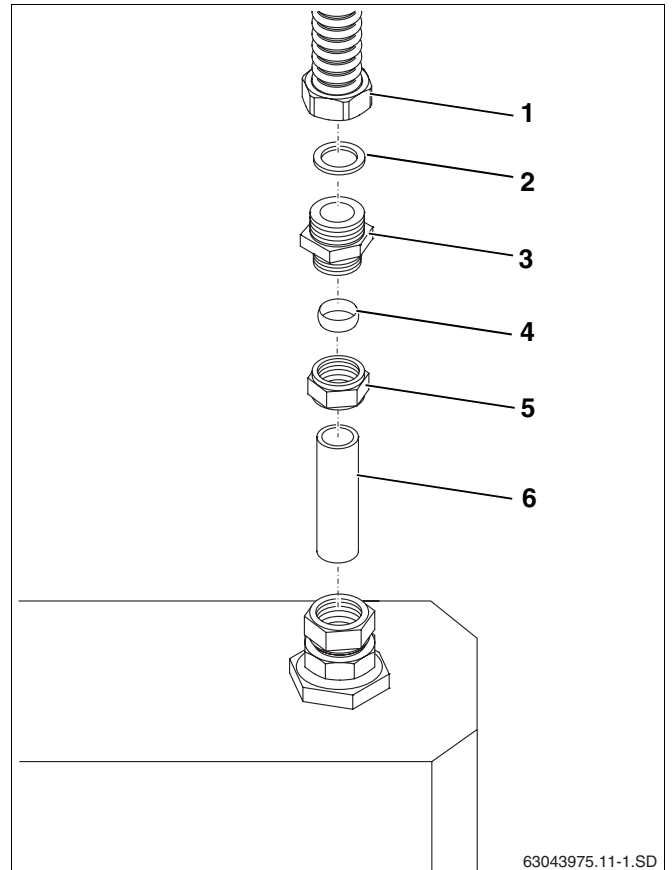

Abb. 11 Twin Tube DN 20 bei Klemmringverschraubung 22 mm
- Dichtung (Abb. 11, **Pos. 2**) in die Überwurfmutter (Abb. 11, **Pos. 1**) des Edelstahlwellrohres einlegen.
- Klemmringverschraubung R1 × 22 mm (Abb. 11, **Pos. 3**) mit der Überwurfmutter (Abb. 11, **Pos. 1**) verschrauben.
- Cu-Rohre Ø 22 mm (Abb. 11, **Pos. 6**) richtig ablängen um diese 2–3 cm bzw. bis zum Anschlag in die Klemmringverschraubungen einschieben zu können.